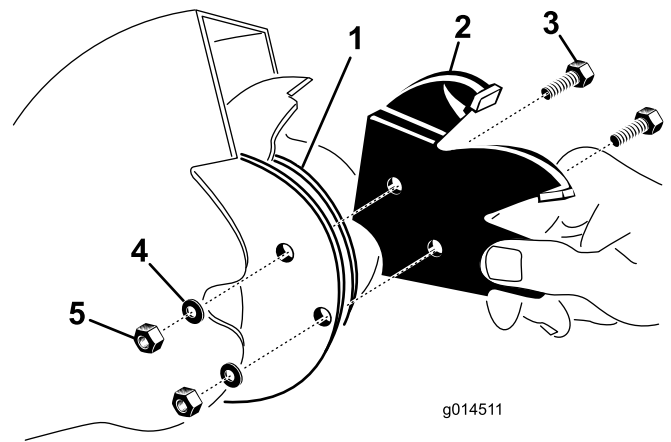

Figura 20
4. Introduzca la sección de la cuchilla entre las bridas de montaje de la cuchilla (Figura 20) y sujétela con 2 pernos, arandelas de freno y tuercas.
2. Retire los dos pernos que sujetan cada sección de cuchilla. Tenga cuidado de que al aflojarse, las secciones no puedan caerse y romperse (Figura 20).